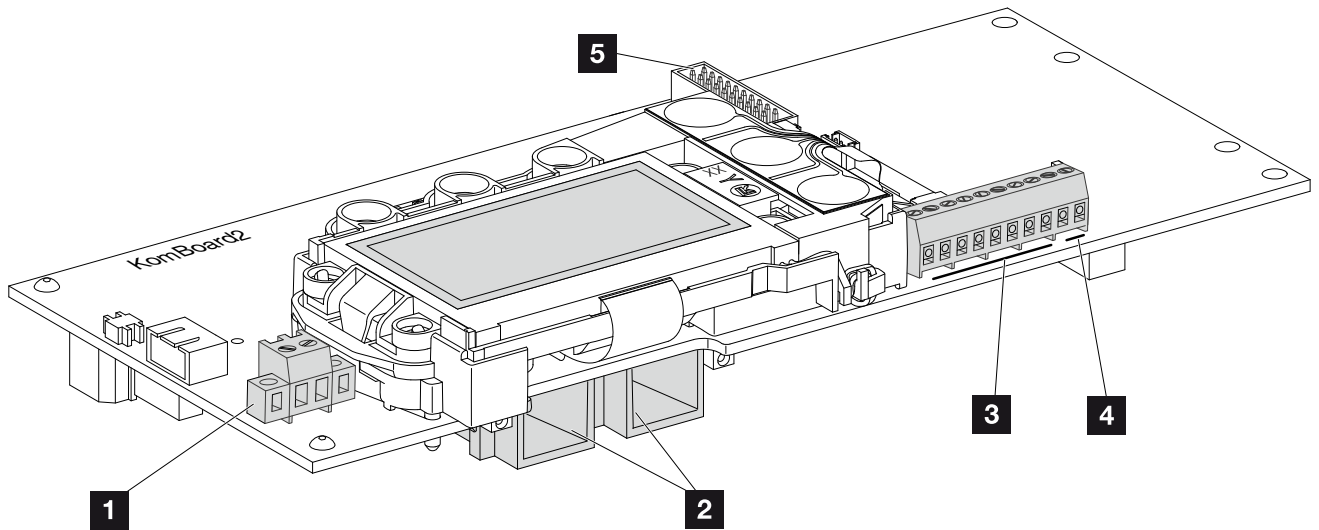

Fig. 39: Componentes de la tarjeta de comunicación
6. Introducir los conectores hembra y los conectores macho de los strings CC en el inversor.  **Fig. 39**